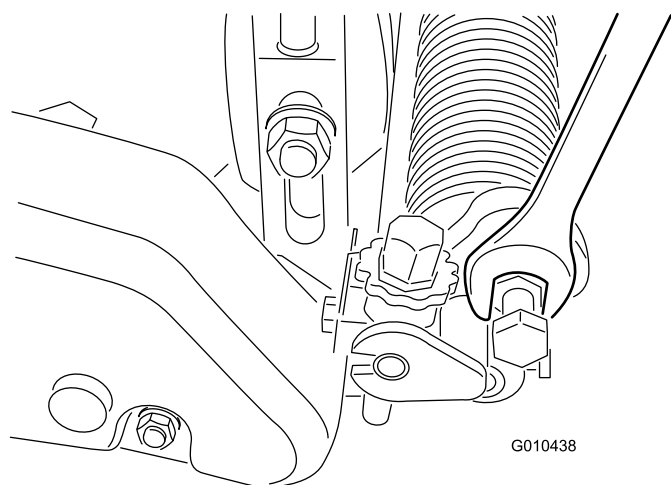

Figure 24
- B. Tournez les bras vers le haut ou le bas à la position A ou B Figure 24).